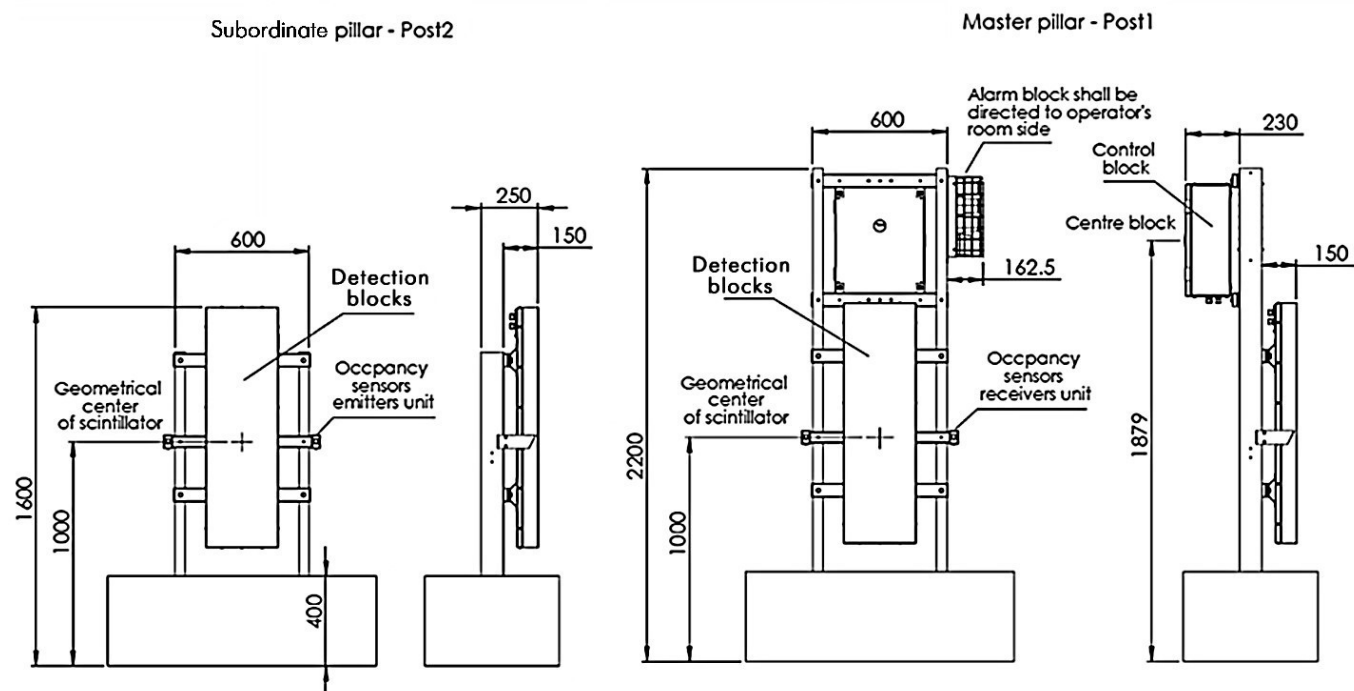

Figura 2.10. PoliGate Light G2 montado
- a. Ensamble la bandeja de cables como se muestra en la Figura 2.10. (Las cubiertas deben instalarse más tarde).
10. Monte la bandeja de cables en el pilar subordinado de acuerdo con la Figura 2.10: